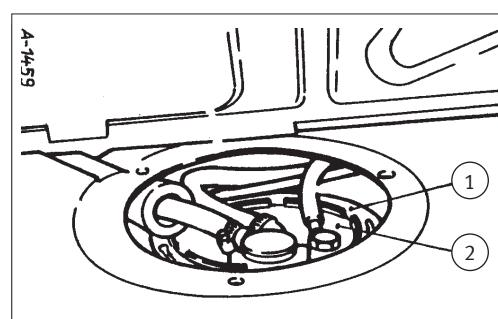

Abb. 1/Fig. 1/Puc. 1/图1
- 露出油箱便于查看燃油剩余指示和燃油泵，图 1。
- 注意燃油剩余指示传感器（2, 图 1）的安装位置，必要时做标记。
- 松开锁紧环（1, 图 1），小心拉出传感器（2）。